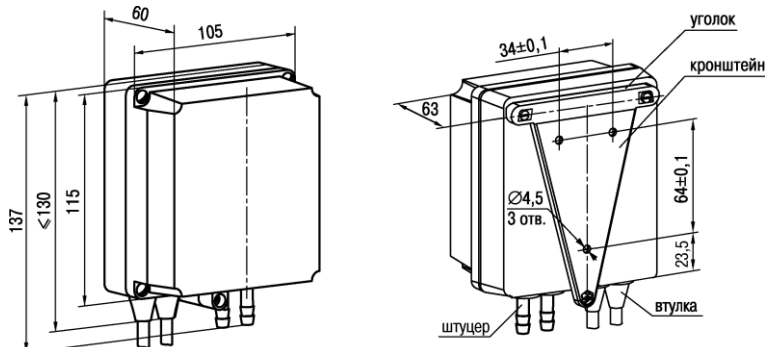
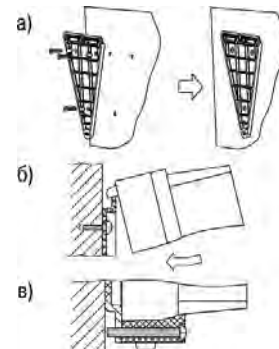

Рисунок 1 – Габаритные размеры преобразователь настенного крепления
Рисунок 2 – Монтаж преобразователя
1. Закрепить кронштейн тремя винтами М4×20 (в комплект поставки не входят) на поверхности, предназначенной для установки преобразователя (см. рисунок 1 и рисунок 2, а).
2. Зацепить крепежный уголок на задней стенке преобразователя за верхнюю кромку кронштейна (рисунок 2, б).
3. Прикрепить преобразователь к кронштейну винтом М4×35 из комплекта поставки (см. рисунок 2, в).